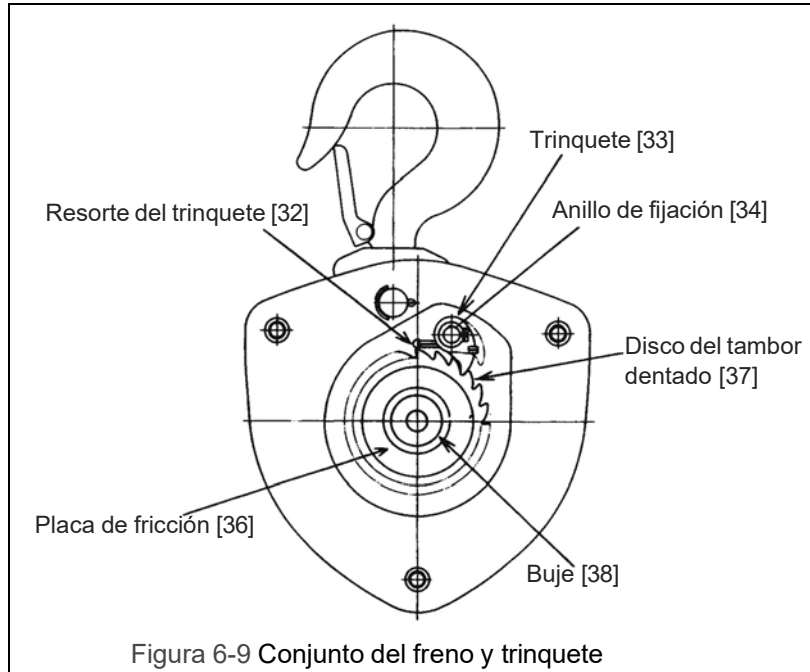

Figura 6-9 Conjunto del freno y trinquete
- 15) Aplique aceite para máquina en el pasador del trinquete (en la placa lateral A [12]) y una al mismo el resorte del trinquete A [32] y B [33] y el trinquete [34] respectivamente. Sujételos con el anillo de fijación [34]. Consulte la Figura 6-9.
- 17) Limpie cualquier suciedad en el disco de fricción [35], las placas de fricción [36] y en ambos lados del disco del trinquete [37] además de revisar que el aceite del buje [38] sea adecuado (el buje debe contener aceite). Después coloque la placa de fricción, el buje, el disco del trinquete y la placa de fricción respectivamente sobre el disco de fricción. (Asegúrese de que el disco del trinquete y el trinquete se enganchen de manera apropiada.) Consulte la Figura 6-9.